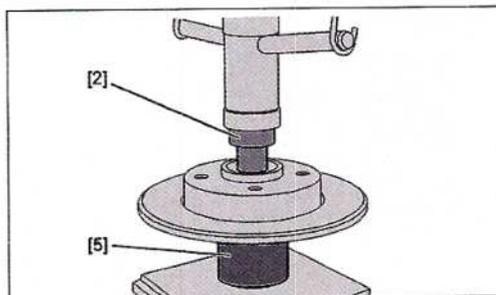

FIG. 50
- Colocar los útiles [2] y [5] (Fig.50).